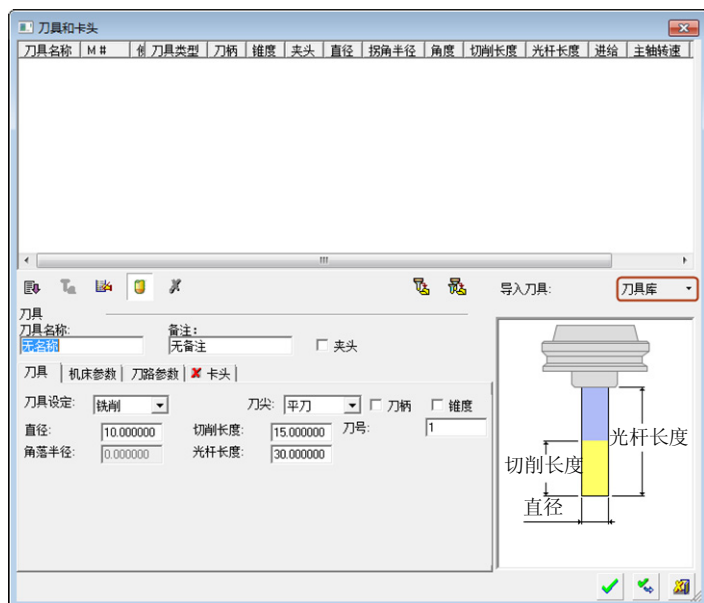

图 4-39 “刀具和卡头”对话框（1）
- 单击“加工向导”工具栏上的“刀具”按钮 ，弹出“刀具和卡头”对话框（1），如图 4-39 所示。